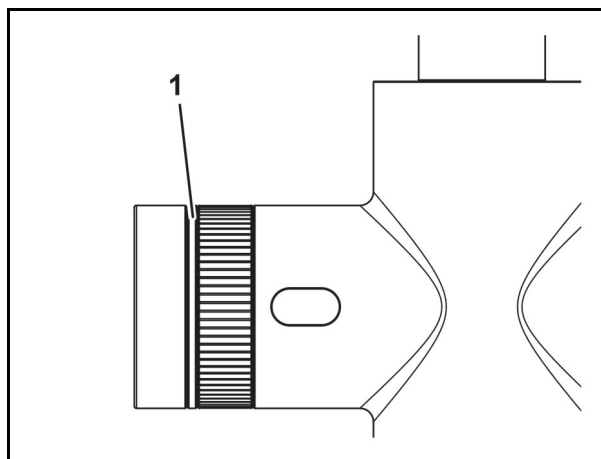

Abb. 32 Pierścień LED
1. Pierścień LED (Abb. 32/1) stale świeci się podczas wyboru rodzaju wody w odpowiednim kolorze, prezentując wybrany rodzaj wody, patrz również rozdział 7.1.2.
2. Pierścień LED (Abb. 32/1) miga podczas wydawania wody przez system w odpowiednim kolorze.
3. Pierścień LED (Abb. 32/1) miga na czerwono, jeśli w systemie występuje błąd. Dokładny opis błędu można znaleźć na ekranie dotykowym urządzenia podblatowego, patrz rozdział 7.2.5.